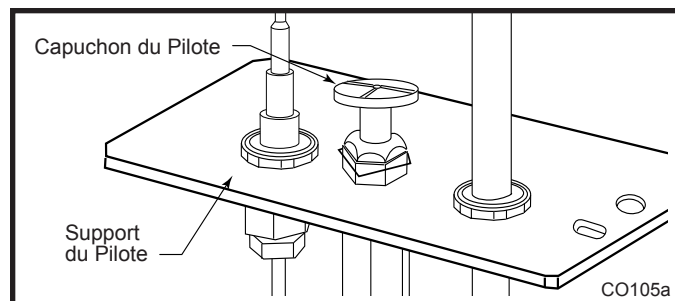

Fig. 78 Pour retirer le capuchon du pilote.
3. Ôtez le capot de la veilleuse en le soulevant (Fig. 78), tout en prenant soin de ne pas défaire l'anneau élastique.